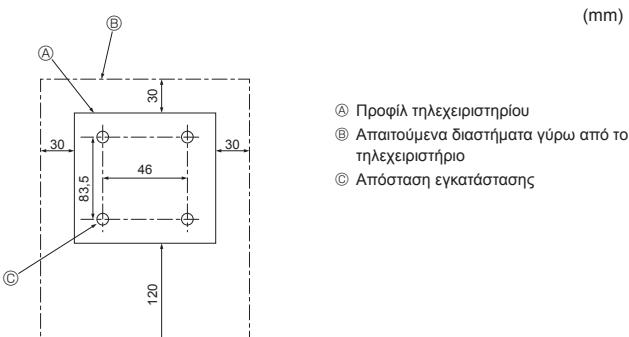

Fig. 6-2
6.2. Τηλεχειριστήριο (Fig. 6-2)